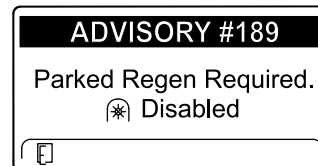

Figure 54
- Si vous n'effectuez pas de régénération en stationnement dans les 2 heures, l'InfoCenter affiche qu'une régénération en stationnement est nécessaire – prise de force désactivée AVIS N° 189 (Figure 54).